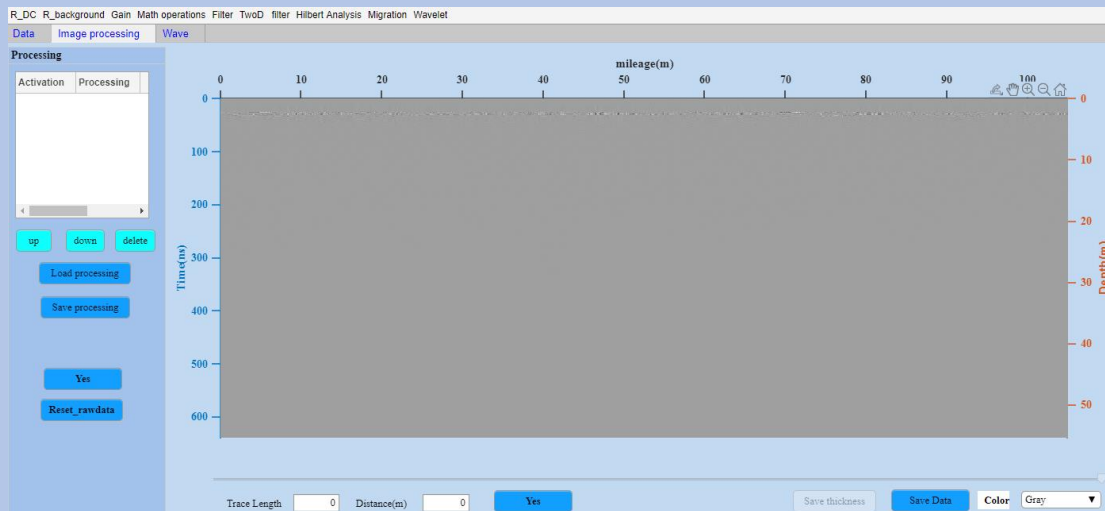

图 8-16 Case3 原始数据
(3) 切换到 Image processing 模块，可以观察到原始数据如图 8-16。